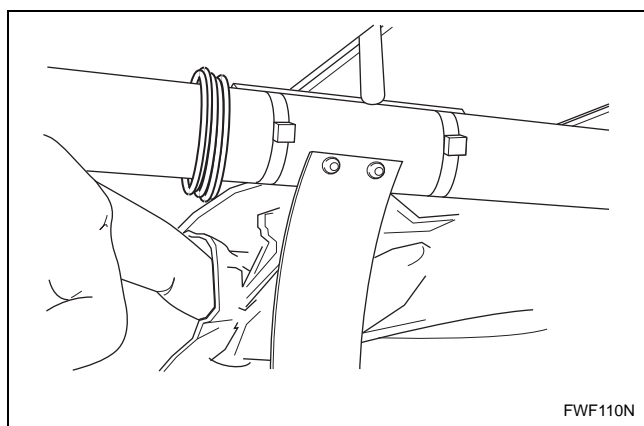
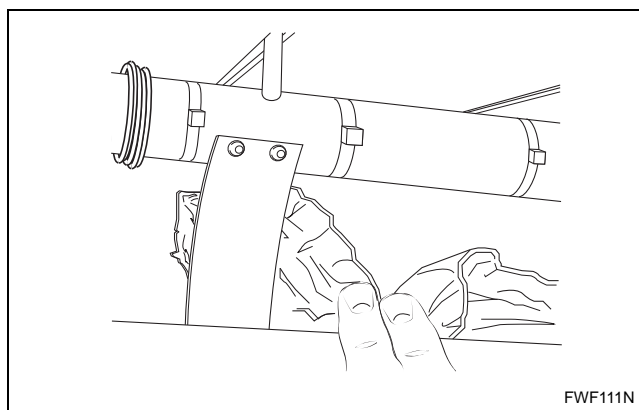
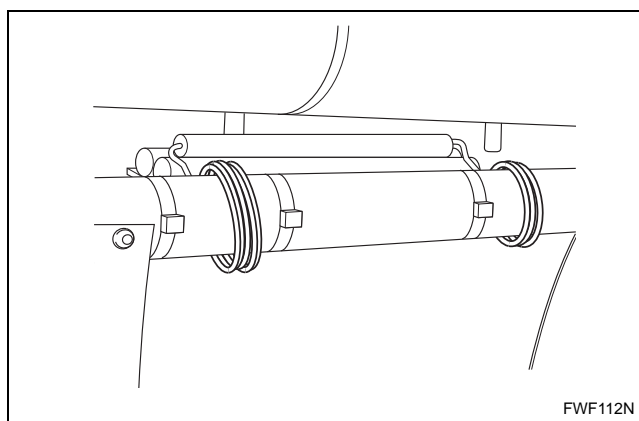

Figura 13
Figura 14
Figura 15
- b. Remova o papel de proteção manualmente. Seja especialmente cuidadoso ao redor da lâmina de separação e do sensor de temperatura. Consulte *Figura 13*, *Figura 14* e *Figura 15*.